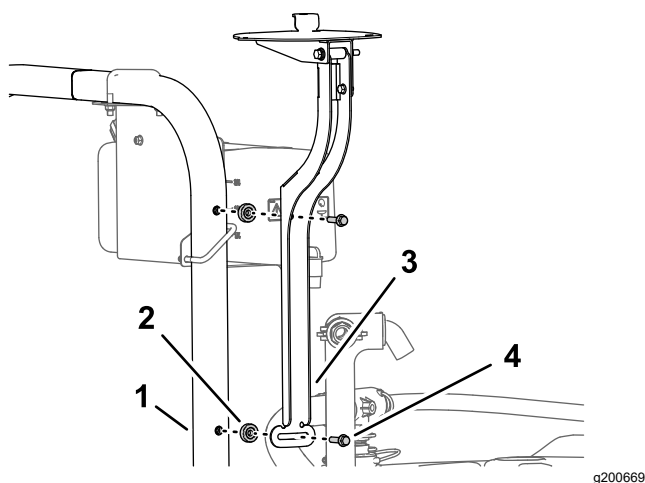

Figura 153
1. Monte el soporte del receptor y el espaciador ($\frac{3}{8}$ " x $7/16$ ") en la barra antivuelco con el perno con arandela prensada ($\frac{3}{8}$ " x $1\frac{1}{2}$ "), como se muestra en la Figura 153.